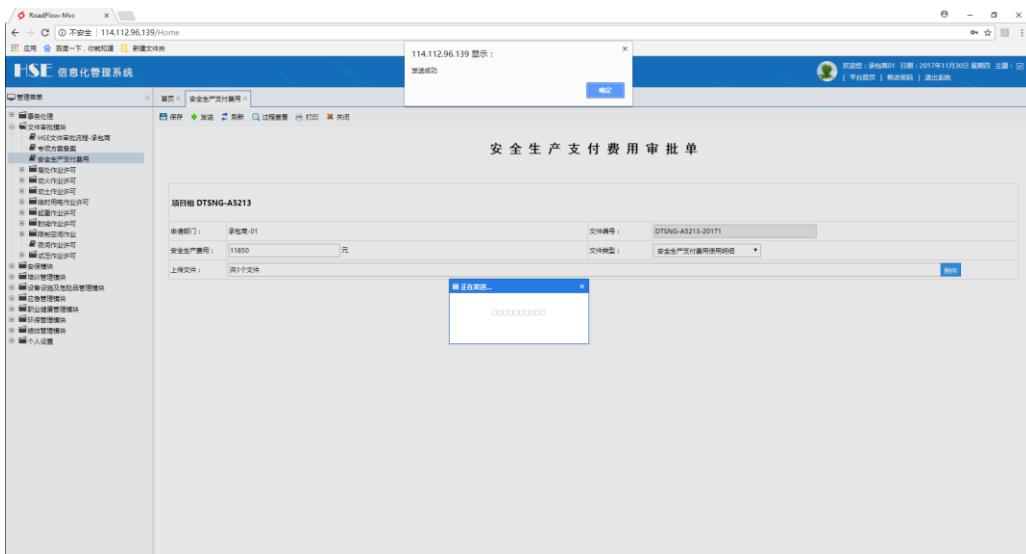

图 5.2-18 流程发送结束
6. 系统弹出“已发送到：监理审核”，则流程发送完毕，如图 5.2-18 所示：